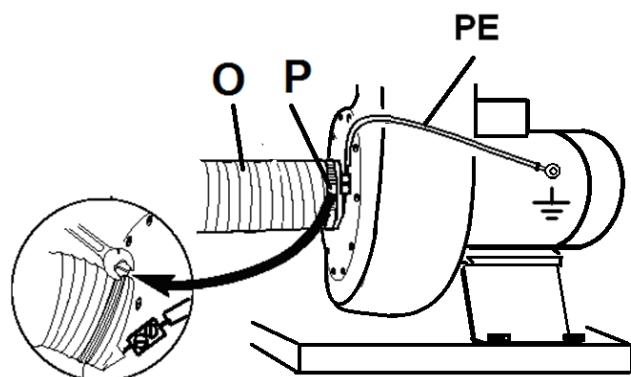

Fig 12
Utiliser une serre joint (P, Fig 12) pour fixer le tuyau (O) à la buse d'aspiration.